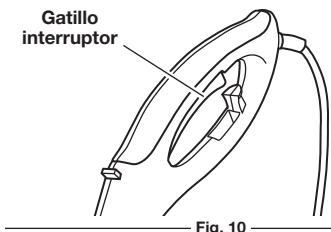

Fig. 10
- Oprima el gatillo interruptor y no lo suelte (Fig. 10).
- Suelte el gatillo interruptor (Fig. 10).